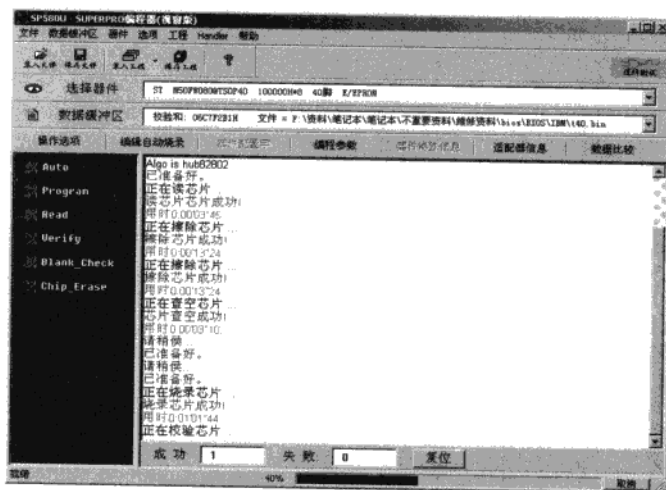

图 3-32 进行校验
(7) 写入后点击 Verify 选项进行校验（如图 3-32 所示）